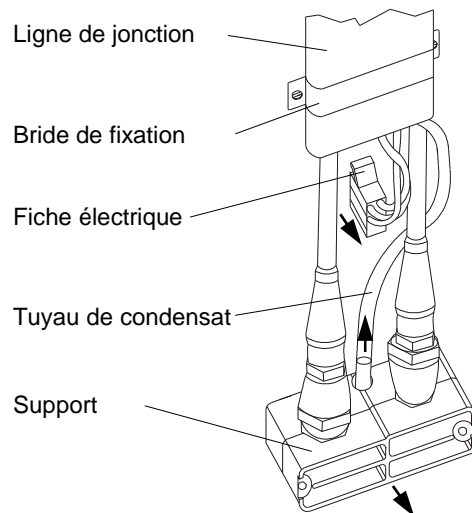

Fig. 13
5. Dévissez la bride de fixation de la ligne de jonction (Fig. 13).
6. Pressez sur l'attache latérale de la fiche électrique et extrayez la fiche de la prise. (Fig. 13).
7. Enlevez la partie supérieure du support en dévissant complètement les deux vis (Fig. 13).
8. Ôtez le tuyau d'évacuation d'eau de condensation en tirant (Fig. 13).